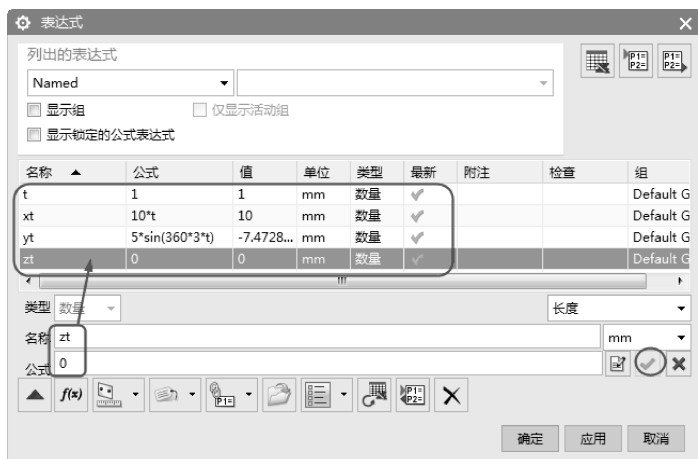

图 5-34 【表达式】对话框
- 04 输入【名称】为 t，输入【公式】为 1。单击【完成】图标，完成  $t=1$  公式。依次类推，完成如图 5-34 所示的变量。单击【确定】按钮，退出【表达式】对话框。